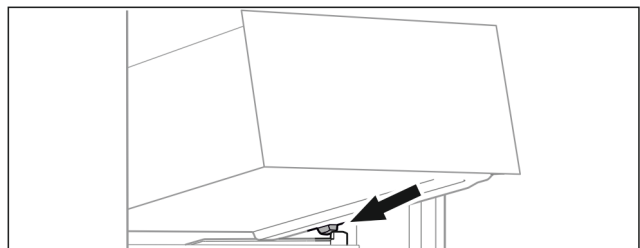

Fig. 65
- ▶ Placer le tiroir, en l'inclinant, derrière les butées sur la nervure de récipient. (voir Fig. 65)